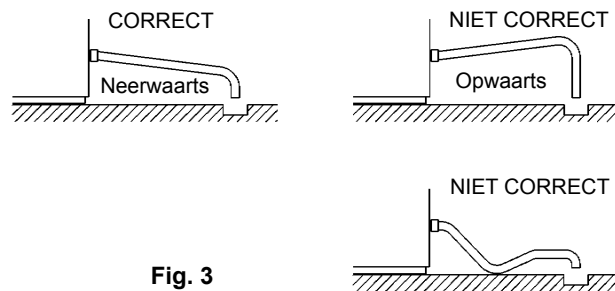

Fig. 3
- \* Om terugstroming in de opslagbunker te voorkomen, moet de afvoerslang worden gelegd zoals in fig. 3.
3) Bevestig de grijze buigzame afvoerslang (accessoire) aan de R3/4 aansluiting op de achterkant van de ijsblokjesdispenser zoals aangegeven, waarbij u controleert of de rubber afdichtingsring is aangebracht voordat u de aansluiting handvast aandraait. Deze buis kan zonodig op lengte worden gesneden voor een correcte aansluiting op de hoofdafvoer (fig. 3).